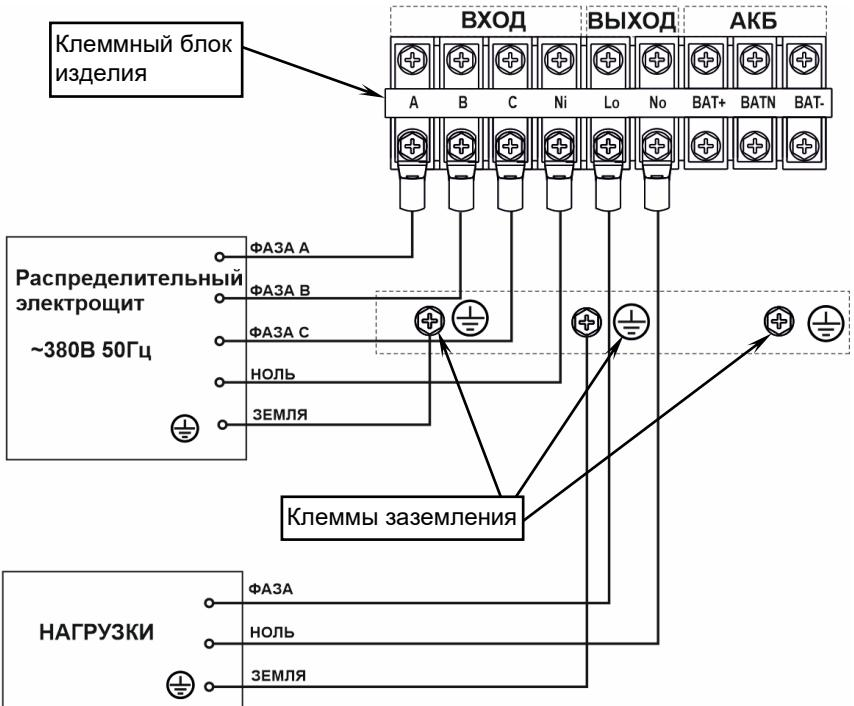

Рисунок 19 — Схема подключения изделия и монтажа аккумуляторной батареи
- подключите провода заземления клеммам заземления изделия (см. рисунок 19);
- подключение кабелей выполняйте в соответствии маркировкой, нанесенной на клеммных блоках изделий (см. рисунок 19);
- к клеммам заземления каждого изделия подключите провода заземления кабелей подключения питающей сети и нагрузки (см. рисунок 19);
- еще раз убедитесь в том, что фазные и нулевые провода кабелей питающей сети от выключателей входного распределительного щита подключены к соответствующим зажимам клеммных блоков каждого изделия (см. рисунок 19);